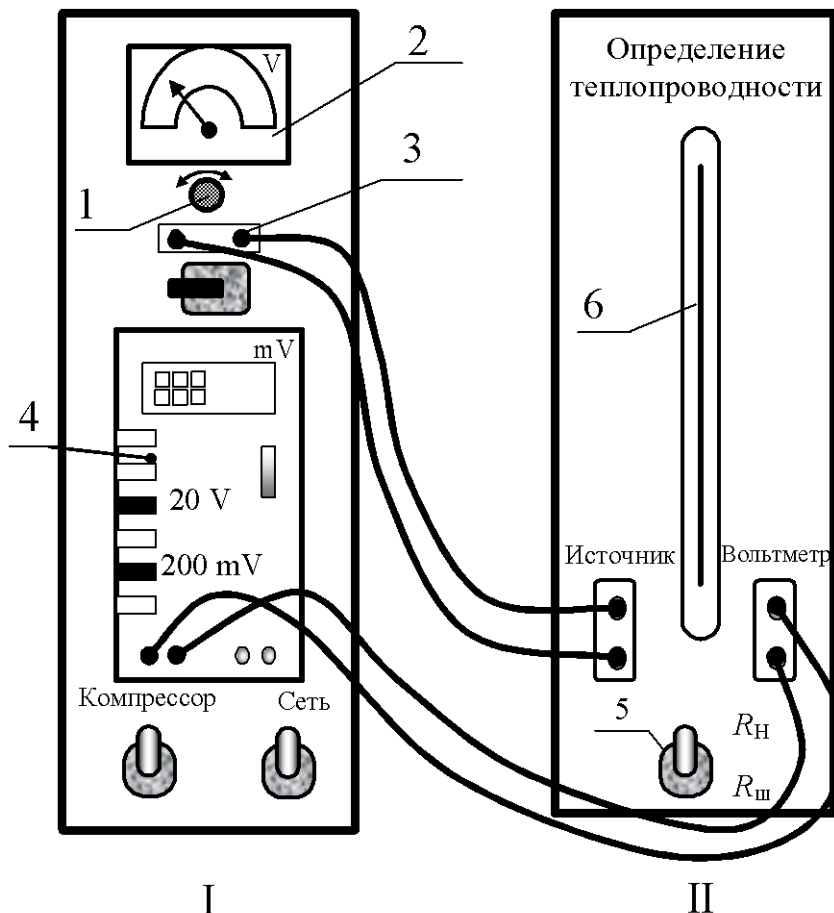

Рис. 2.2. Вид лабораторного комплекса
Нагреваемая вольфрамовая нить 5 находится в цилиндрическом баллоне 1 (рис. 2.1) с двойными стенками, между которыми залита вода 2. Баллон 6 с нитью укреплен в модуле II (рис. 2.2) лабораторного стенда. На панели этого модуля расположены электрические разъемы: для соединения его с источником питания 3 (см. модули I и II рисунка) и вольтметром 4.
**3.3.2.** Соедините проводами источник питания 3 с нитью (см. рис. 2.2), подключите вольтметр 4 согласно схеме.